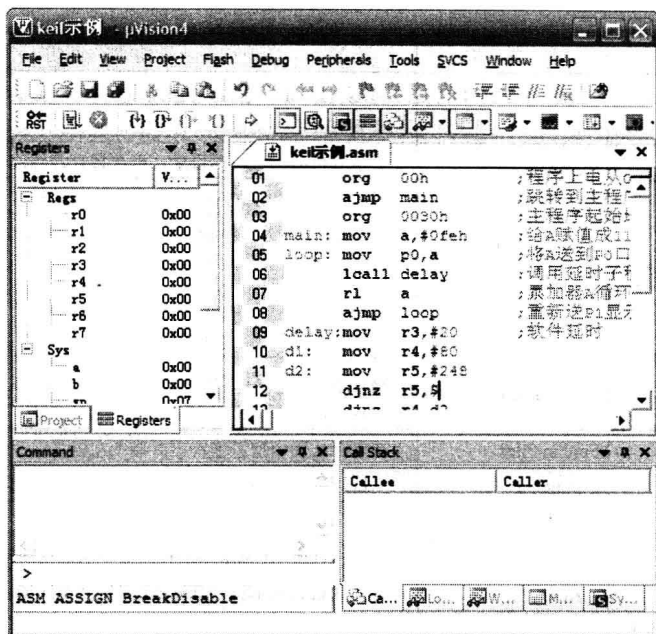

图 1-11 调试界面
(1) CPU 仿真: μ Vision4 仿真器可以模拟 16MB 的存储器, 该存储器被映射为读、写或代码执行访问区域。除了将存储器映射外, 仿真器还支持各种 80C51 派生产品的集成外围器件。在“Debug”选项卡中可以选择和显示片内外围部件, 也可通过设置其内容来改变各种外设的值。
(2) 启动调试: 源程序编译好后, 选择相应的仿真操作模式, 可启动源程序的调试。单击图标 或执行菜单命令“Debug” → “Star/Stop Debug Session”, 即可启动 μ Vision4 的调试模式, 如图 1-11 所示。
(3) 断点的设定: 在编辑源程序过程中, 或者在程序尚未编译前, 用户可以设置执行断点。 μ Vision4 中可用不同的方法来定义断点。